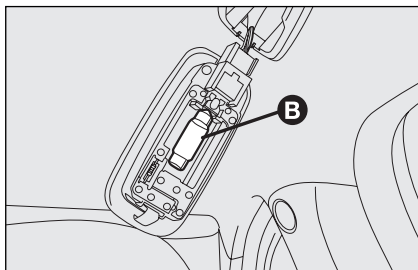

Рис. 41
- ☐ замените лампу **B**, **рис. 41**, вынув ее из боковых контактов и убедившись, что новая лампа надежно закреплена между контактами.